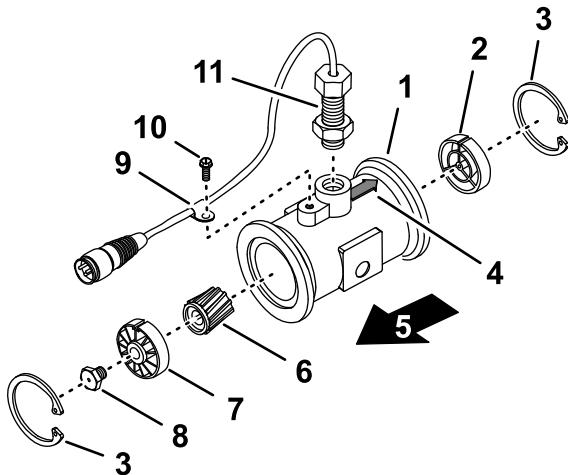

Bild 116
3. Entfernen Sie den Halterung an der vorgeschalteten Seite (Bild 116).